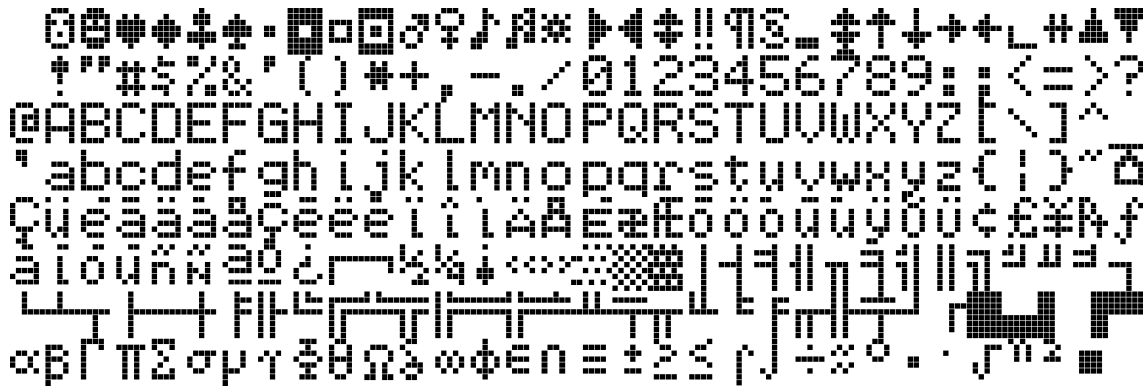

Fig. 1 Vollständiger Zeichensatz
- c) Die Anzeige wird fortlaufend gelöscht und von links oben nach rechts unten mit dem vollständigen Zeichensatz (siehe Seite 144 / Fig. 1) beschrieben. Gleichzeitig werden auch die LED's „COND.“, „STATISTICS“ und „SILO“ abwechselnd ein- und ausgeschaltet.